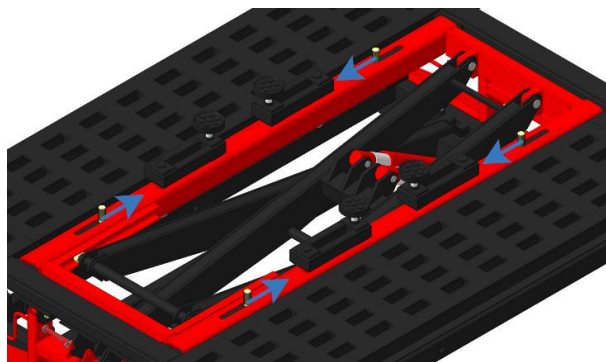

Рисунок 32
- Разблокируйте таким образом все 4 задвижки (рисунок 32).